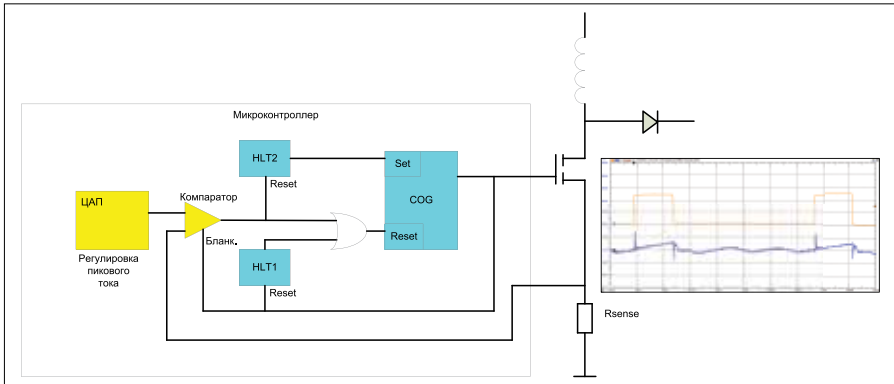

Рис. 27. ШИМ-контроллер
- Сигнал компаратора бланкируется на некоторое время при переключении силового ключа, тем самым предотвращает ложные срабатывания, которые могут возникнуть от возникающей помехи (на рис. 27 сигнал бланкирования заведен для наглядности на компаратор, на самом деле функция бланкирования это особенность модуля COG, на время бланкирования он не воспринимает сигнал от компаратора).
Ранее реализацию такой функции рассматривали в ШИМ-контроллерах с управлением по напряжению, так же вариант реализации см. на рис. 27.